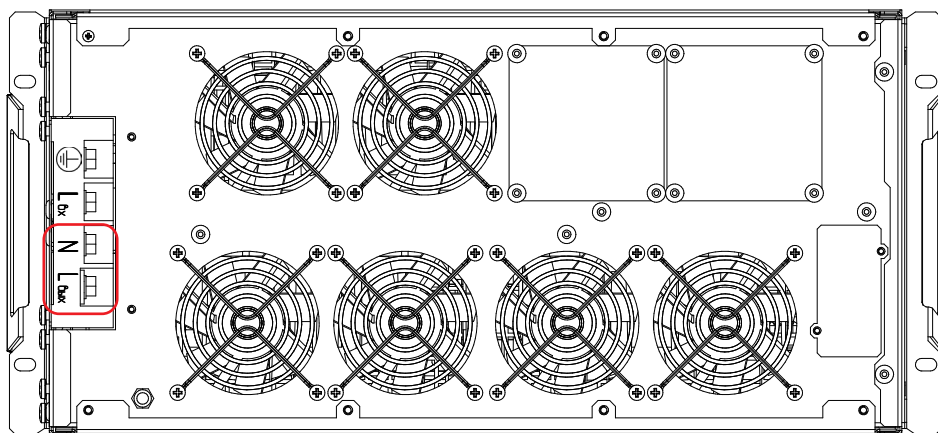
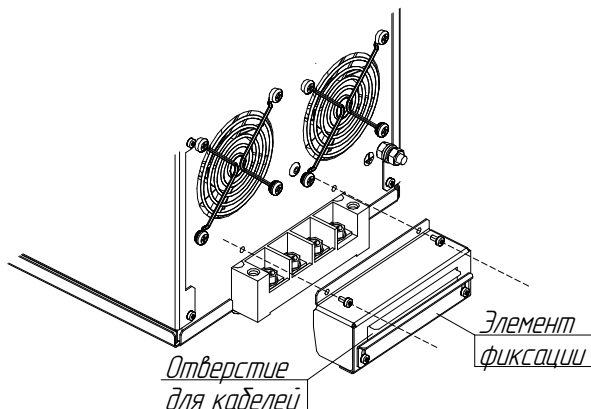

Рисунок 20. Стабилизаторы Штиль IS12000RT и IS15000RT. Выводы «N-Lвых».
Рисунок 22. Крепление защитного кожуха у стабилизатора
3. Снять с выводов подключения входной сети и нагрузки защитный кожух. Крепление защитного кожуха – **рисунок 22**.
Подключение входной сети осуществляется с помощью выводов «-Lvx-N» (**рисунки 18 и 19**). В ходе подключения кабеля входной сети необходимо продеть через соответствующее отверстие защитного кожуха (**рисунок 22**), при необходимости ослабив элемент фиксации.
Подключение нагрузки осуществляется с помощью выводов «N-Lвых» (**рисунок 20 и 21**). В ходе подключения кабели нагрузки необходимо продеть через соответствующее отверстие защитного кожуха (**рисунок 22**), при необходимости ослабив элемент фиксации.
13. Одеть защитный кожух на выводы подключения входной сети и нагрузки. Крепление защитного кожуха – **рисунок 22** (при необходимости следует зафиксировать кабели сети и нагрузки соответствующим элементом).